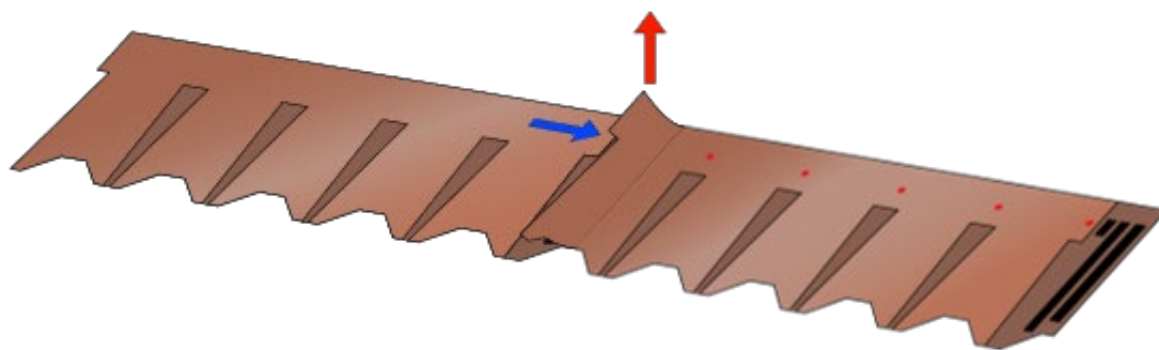
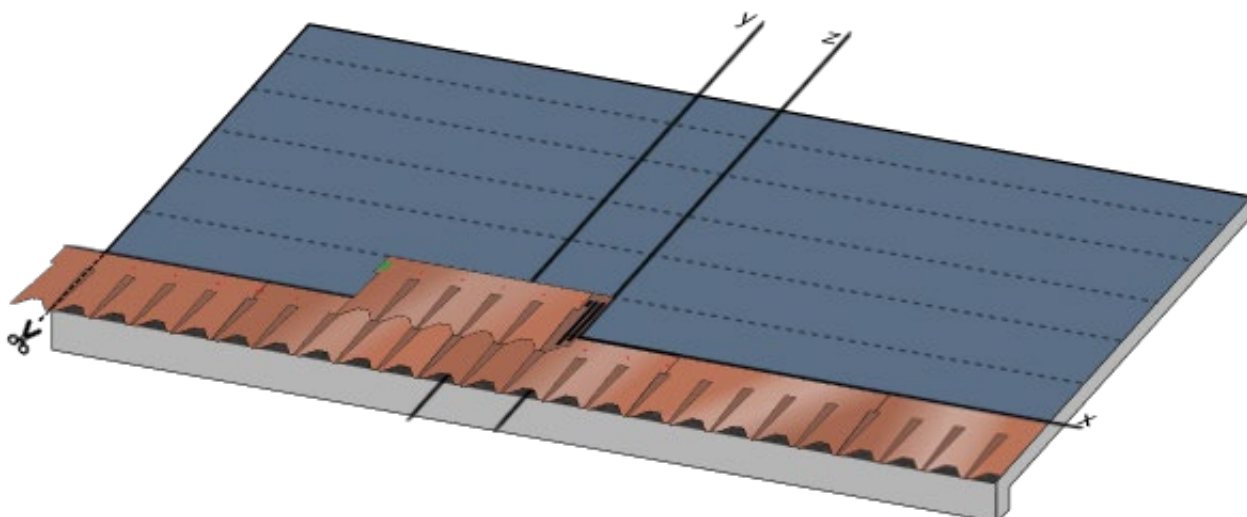

Fig. 10 - Posa della seconda tegola Master Coppo
Fig. 12 - Posa della seconda fila di tegole
- Procedere con la posa della seconda fila di tegole: allineare il bordo destro della prima tegola della seconda fila alla retta verticale **z** e allineare il bordo superiore della tegola alla retta orizzontale distante 24,5 cm da **x**, Fig. 12. Come prima, fissare la tegola con 5 chiodi. Procedere con la posa delle tegole prima verso destra, fino al bordo della falda e tagliarne la parte eccedente; procedere poi con la posa delle tegole verso sinistra, avendo cura di fissare la prima tegola con un chiodo aggiuntivo una volta infilata sotto la nuova tegola, Fig. 10.